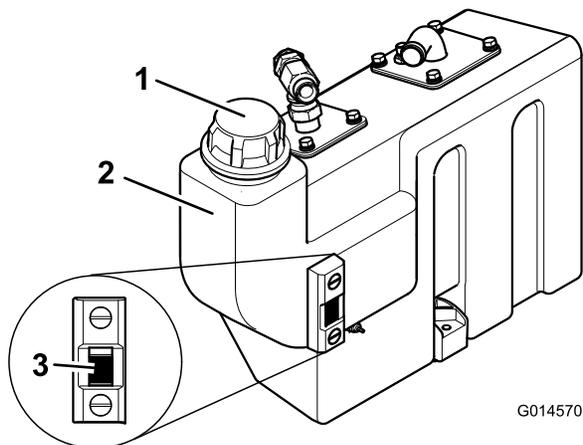

Figura 24
3. Qualora sia necessario altro olio idraulico, pulite l'area attorno al tappo del serbatoio idraulico (Figura 24). Togliete il tappo dal serbatoio.